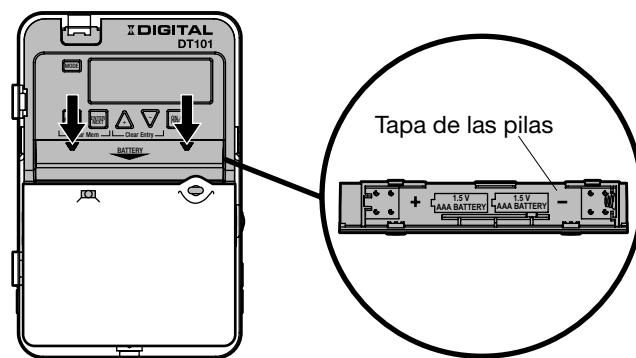

FIG. 6 Insertar pilas
1. Extraiga la caja de la pila deslizándola hacia abajo como lo muestran las flechas, luego instale dos pilas alcalinas AAA. Debe comprobar que las pilas apunten en la dirección que se muestra en la FIG. 6.